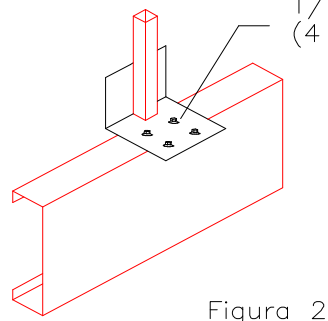

Figura 2
- 2.- Fijar cada soporte con 4 pijas autotaladrantes (figura 2)